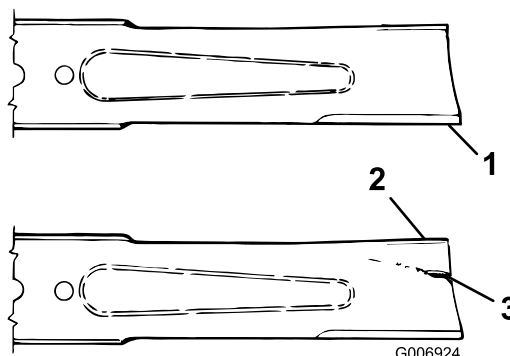

Figure 15
2. Examinez attentivement les tranchants de la lame, particulièrement au point de rencontre des parties plane et relevée (Figure 15). Le sable et les matières abrasives peuvent éroder le métal à cet endroit, c'est pourquoi il est important de contrôler l'état de la lame avant d'utiliser la machine. Remplacez la lame si elle est usée (Figure 15) (voir Retrait de la lame).
Si la lame est trop usée, une entaille se forme entre la partie relevée et la partie plane (Figure 15). La lame peut alors se briser et un morceau être projeté du dessous de la machine, vous blessant gravement ou une personne à proximité.